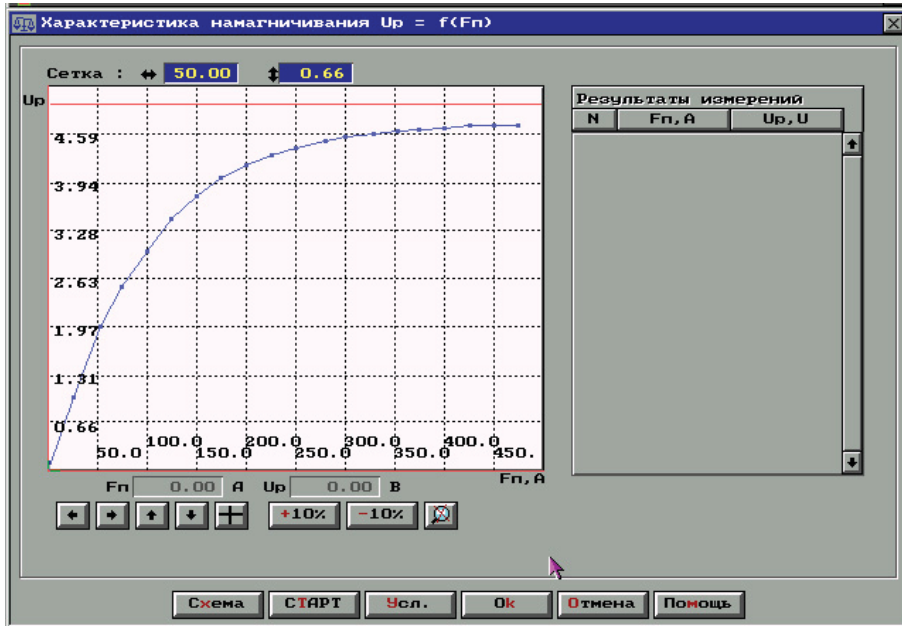
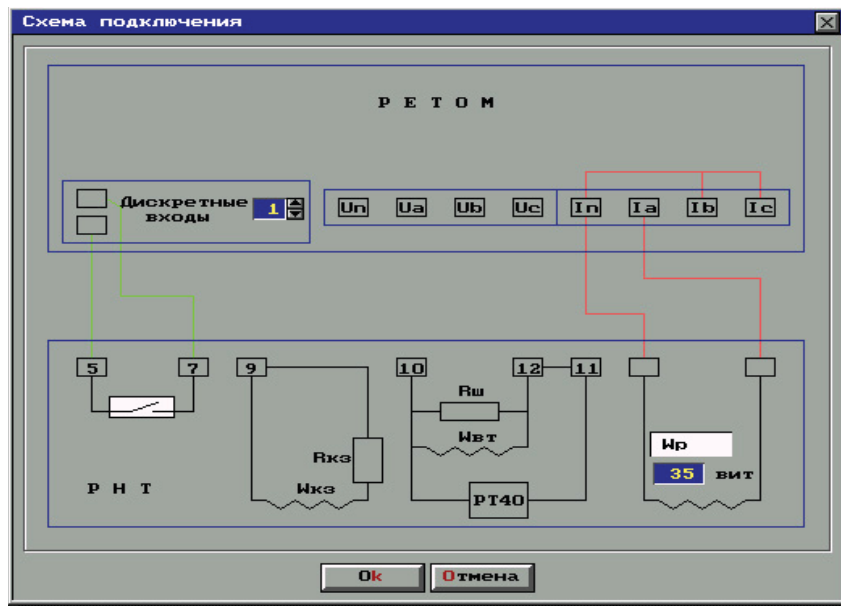

Рис. 11.18. Окно *Характеристика намагничивания НТТ  $U_p = f(F_n)$*
Рис. 11.19. Схема подключения реле РНТ-560
**Снятие характеристики намагничивания НТТ.** В панели управления нажмите кнопку *Характеристика намагничивания НТТ  $U_p = f(Fn)$* . В рабочем окне (рис. 11.18) нажмите кнопку **Схема** и подключите реле по схеме (рис. 11.19).